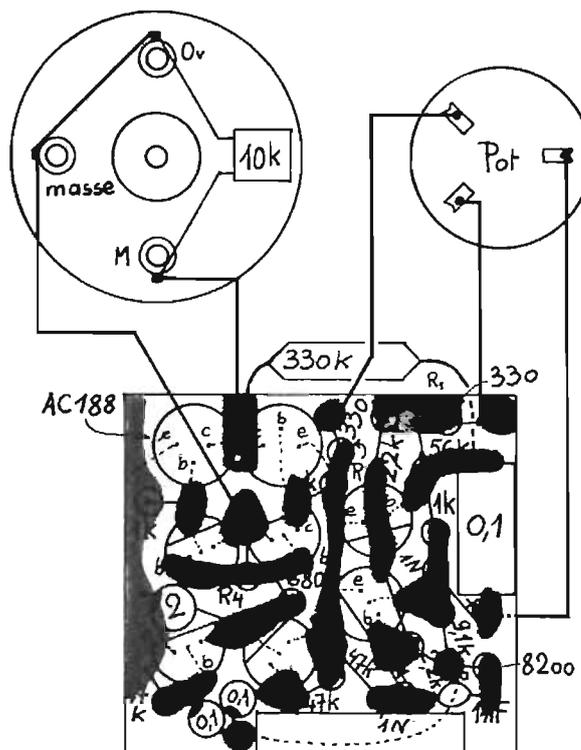

Fig. 57. - Câblage miniservo.
3. **Ampli pour mini servo (Lext)** (Fig. 57).